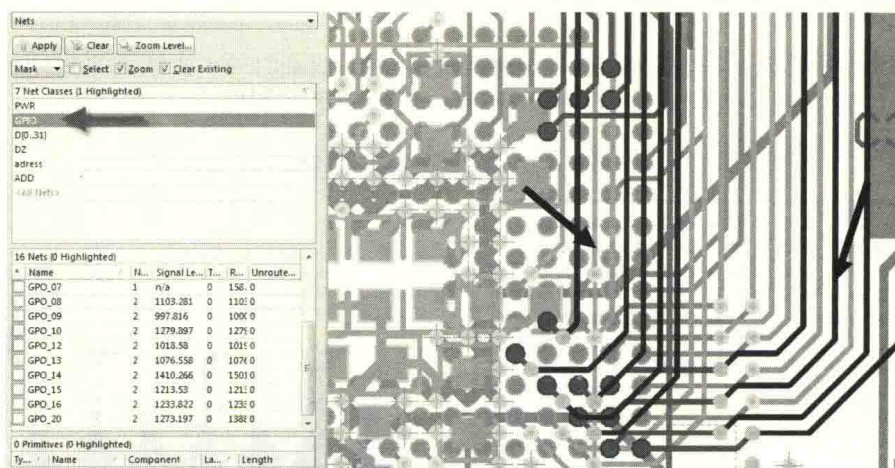

图 13-28 BGA 的出线
(1) 考虑走线信号的一致性，尽量让同网络类里面的网络同层并同方向出线。通过调整 BGA 过孔位置和扇孔方向，优先把 BGA 里面的飞线按照顺序拉出，如图 13-28 所示。